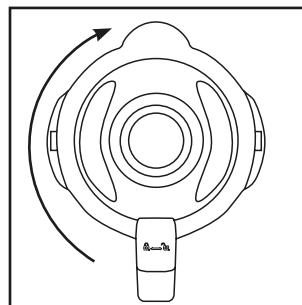

Abb.2
- 4) Drücken Sie den Deckel **2** versetzt wieder fest auf den Mixaufsatz **3** auf. Schließen Sie den Deckel **2**, indem Sie ihn im Uhrzeigersinn in die Position ↗ drehen, bis er hörbar einrastet (siehe Abb. 2). Achten Sie darauf, dass die Ausgießnase am Mixaufsatz **3** verschlossen ist. Nur wenn der Deckel **2** bündig aufgesetzt ist, kann der Motor starten.